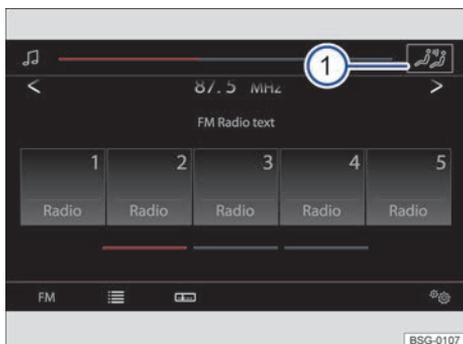

Fig. 106 Visualización en la pantalla de la consola central: botón de función para acceder a la amplificación digital de la voz.
- Para abrir directamente el menú **Ajustes volumen**, pulse brevemente el botón de función con el símbolo de la amplificación digital de la voz situado en la parte superior derecha de la pantalla → fig. 106 ①.